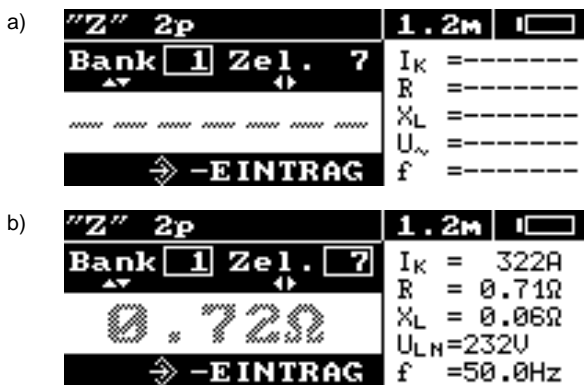

Abb. 27 Die Anzeige im Speichermodus: a) leere Zelle b) Zelle mit gespeicherten Ergebnissen (Das Hauptergebnis ist in Grau dargestellt)
- Drücken Sie die Taste **ENTER**. Die aktuell verwendete Banknummer und die Zellnummer werden am Display angezeigt (Abb. 27). Der Rahmen um die Zellnummer gibt an, dass bereits mindestens eine Zelle der Bank belegt ist.